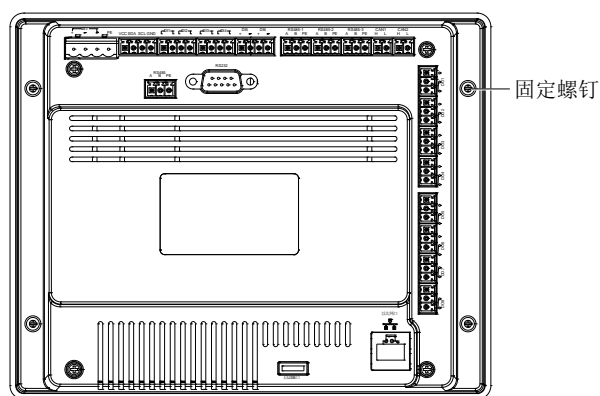

图4-3 监控模块背视图
2. 拆除监控模块背部 4 个固定螺钉，如图 4-3 所示，把监控模块向外推，取下监控模块。